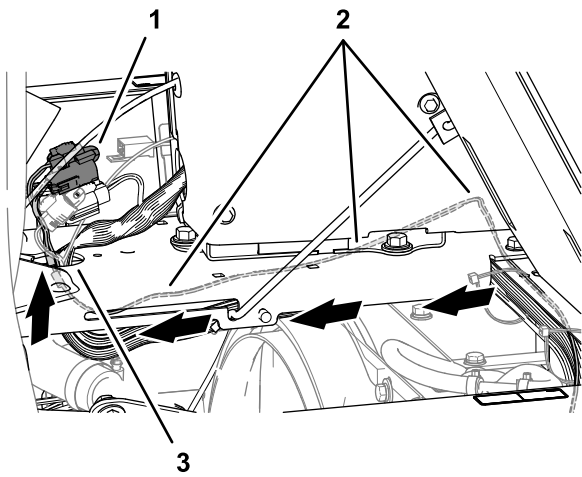

Figura 32
2. Enrute el arnés Bus ISO-CAN por debajo de la base de la consola y junto al arnés de cables de la máquina (Figura 32).
3. Enrute el conector de 3 pines (marcado To TORO CANBUS) y el conector hembra de 3 vías (marcado CAN PORT A) del arnés Bus ISO-CAN por el orificio de la base de la consola (Figura 32).